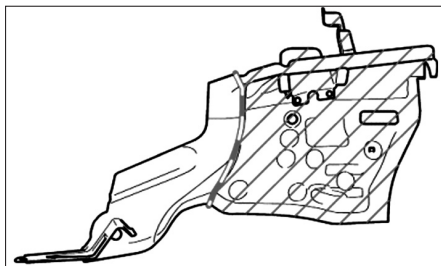

FIG. 15
- Reporter la coupe sur le passage de roue avant en y ajoutant 10 mm afin de recouvrir la zone hachurée située sur le véhicule (Fig.15).